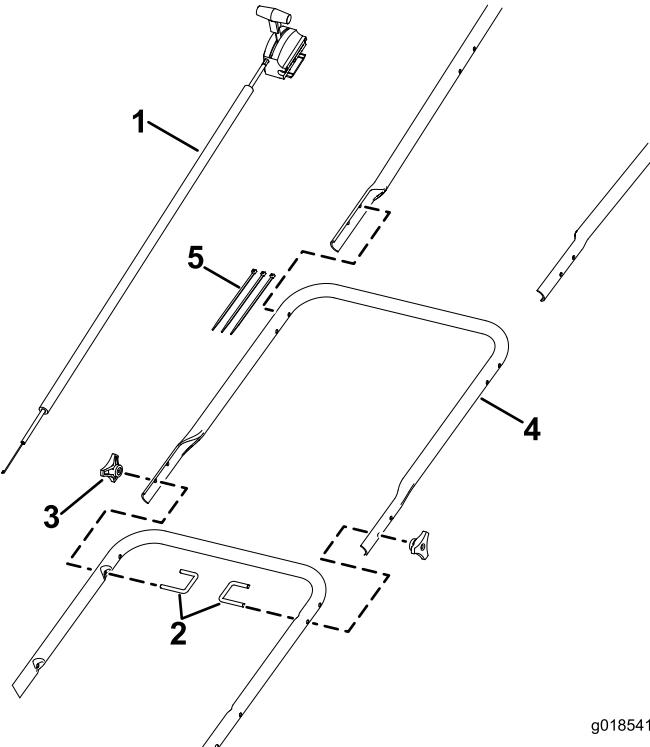
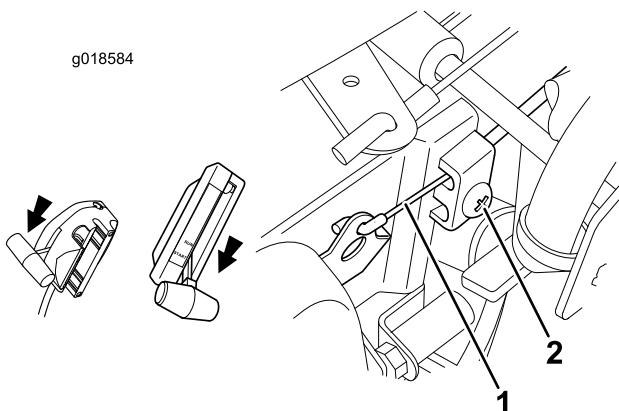

図 1
図 3
- ハンドルバーからスロットルコントロールを外す。外したビス類はすべて保管する（図 1）。エンジンについているスロットルコントロール用クランプをゆるめ、クランプから外側ケーブルを外し、レバーから内側ケーブルを外す（図 3）。
- 下部ハンドルに、延長ハンドルを取り付け、ハンドホイール（2個）とUボルト（2本）で固定する（図 1）。
4. 延長ハンドルに上部ハンドルを取り付け、ステップ 2 で取り外したハンドホイール（2個）とUボルト（2本）で固定する（図 1）。
5. ステップ 1 で取り外した締結具を使って、長くなったスロットルコントロールを上部ハンドルに固定する。ケーブルタイ（3本）を使って、コントロール・アセンブリをハンドルに固定する（図 1）。
7. スロットルコントロールを始動位置にセットする（図 3）。